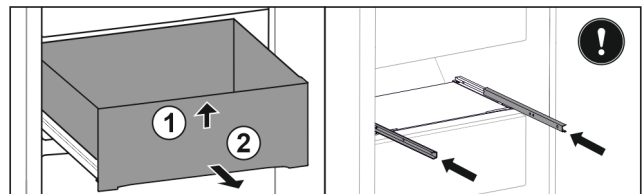

Fig. 125
- Schubfach vorne anheben. Fig. 125 (1)
- Schubfach nach vorne entnehmen. Fig. 125 (2)